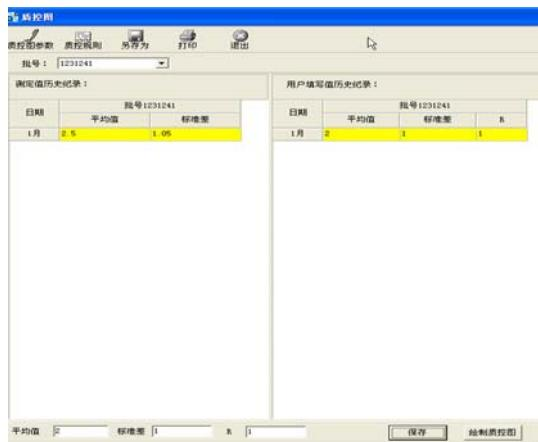
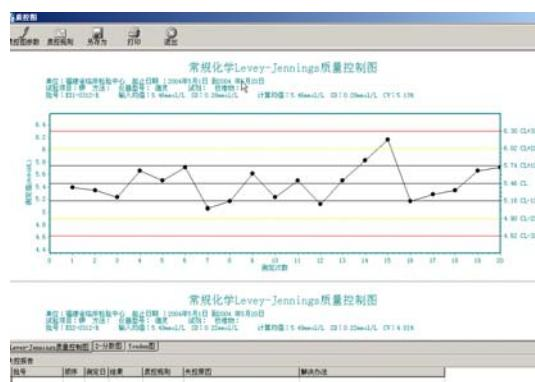

图 3-7-08 质控图参数设置页面
图 3-7-09 绘制质控图页面
点击手工上报主界面上端工具栏中【质控图】，系统会显示质控图参数页面，在质控图参数页面中（见图 3-7-08）左侧列表为系统自动计算出的【测定值历史记录】，右侧列表为实验室用户填写的【用户填写历史记录】，在页面下端填写质控参数：平均数、标准差、R 值，或者双击左边的数据；然后点击保存，数据将显示在右侧栏中的【用户填写值历史记录】栏中。然后点击【绘制质控图】按钮，显示质控图。如图 3-7-09
在图 3-7-09 中显示的绘制质控图页面中分为三个部分：
(1) 页面上端的工具栏：在工具栏中显示有五种按钮，如果点击【质控图参数】将使页面返回到图 3-7-08 显示质控图参数页面，点击【质控规则】后可以设置质控规则（详见第五小节质控规则设定），【另存为】、【打印】按钮可以将现有的质控图保存在计算机中或通过打印机打印。
(2) 页面中部为计算机绘制的质控图画面，在质控图下方显示“Levey-jennings 质控图”、“Z一分数图”、“Youden 图”的分页符，分别点击将可以看到不同的质控图。
(3) 页面最下端是失控报告部分，当系统根据给定的质控规则进行失控判断后，将在这里对失控数据加以说明，并可以填写失控原因。
在质控图界面（详见图 3-7-09）上端工具栏中点击【质控规则】将出现质控规则设定页面，如图 3-7-10，请根据实际需要选择质控规则，选择完成后点击【失控计算】按钮，进行计算完毕后，点击【绘制质控图】按钮，系统显示质控图。当相同条件下，上个月选择了质控规则，在“手工上报”里保存结果时，程序会自动把上个月的质控规则复制到当前月，如没有改变不需再选择。
当完成质控规则设定后，系统将根据用户设定的质控规则对质控数据进行失控判断，并在质控图页面最下端显示失控报告，详见图 3-7-09。如果在计算中有失控情况发生时，系统将自动在这里显示失控的数值，包括：批号、测定数值、测定日期、违反的质控规则等信息，使用鼠标双击失控报告中的项目，系统会弹出修改报告填写对话框，见图 3-7-11。在失控原因和解决办法中填写内容点击【确定】，系统将在失控报告中记录失控原因和解决办法。